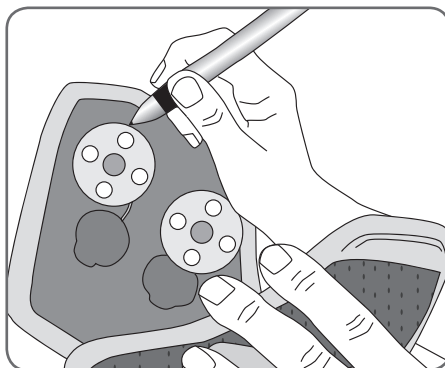

図 24 : 古い電極ベースの位置に印を付けているところ
2. FS カフの内側の古い電極ベースの位置に油性マーカーで印を付けます(図 24 を参照)。